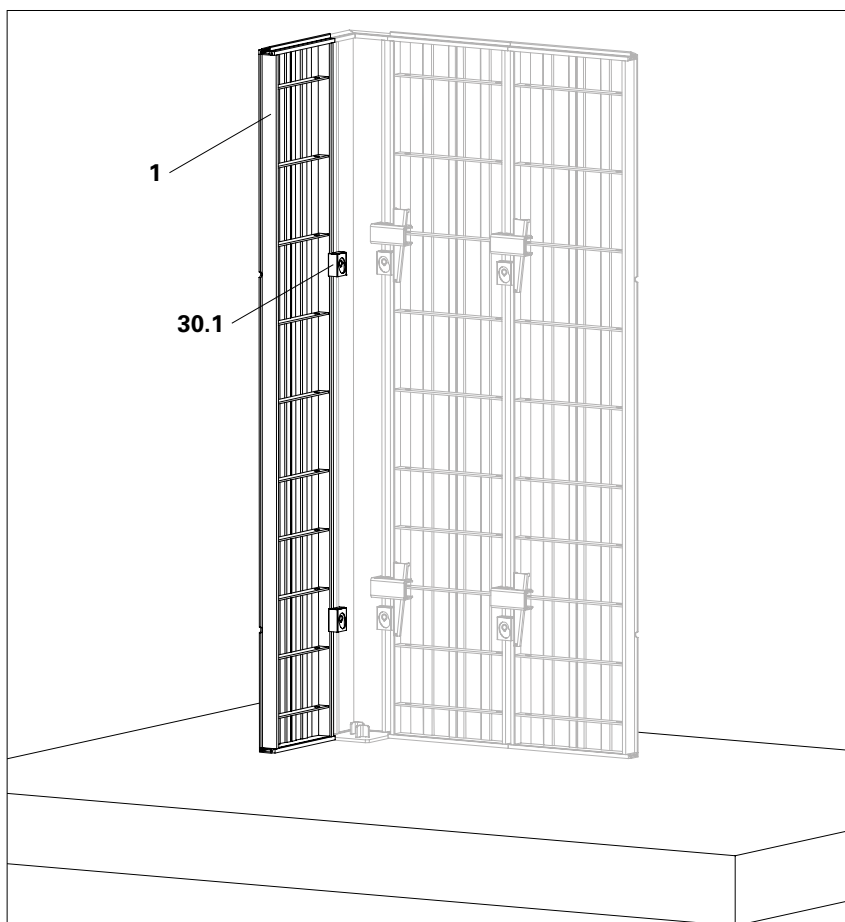

Fig. B1.11
4. Con l'aiuto di una seconda persona, spingere il telaio per parete UNO Plus (1) con il dado di ancoraggio (30.1) nei fori di ancoraggio semi-circolari del telaio angolare, quindi eseguire l'allineamento in altezza. (Fig. B1.11)